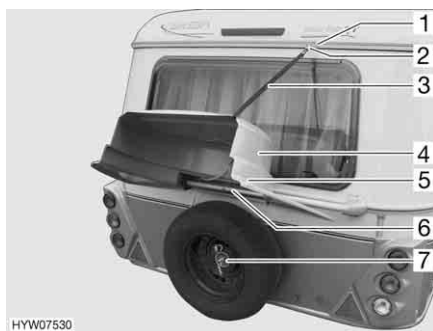

Fig. 122 Supporto per la ruota di scorta sul retro
- Tirare i due pomoli doppi (Fig. 122,5) a destra e a sinistra della copertura e sollevare leggermente la copertura (Fig. 122,4). La copertura si sblocca.
- Ribaltare verso l'alto la copertura (Fig. 122,4) e mantenerla in questa posizione.
- Allentare il gancio (Fig. 122,2) della cinghia di arresto (Fig. 122,3) dalla staffa inferiore (Fig. 122,6) e agganciarlo nella staffa superiore (Fig. 122,1). La copertura viene trattenuta dalla cintura (Fig. 122).